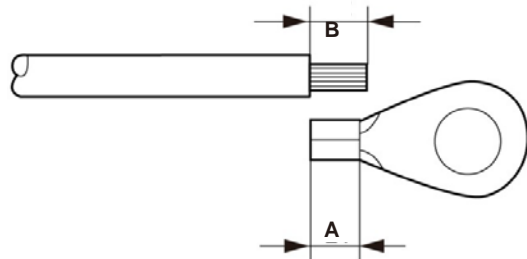

Abbildung 3.15 Geeignete Länge
- 3) Entfernen Sie die Isolierung des Erdungskabels auf eine geeignete Länge (siehe Abbildung 3.15).